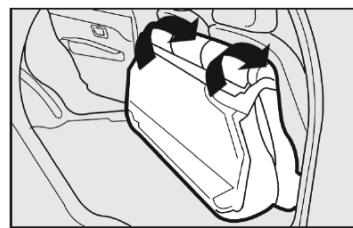

fig. 104
5) Em seguida, rebater o banco traseiro inteiro para a frente de maneira a obter uma única superfície de carga **fig. 104**.
Para repor o banco na posição normal - fig. 104: